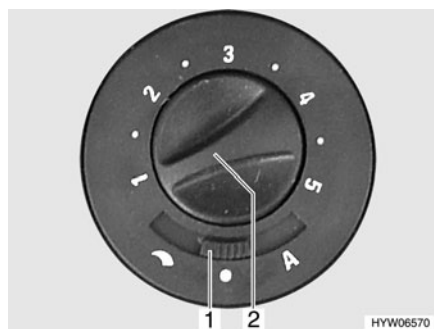

Fig. 117 Commutateur de commande du ventilateur à air pulsé (12 V)
- Régler l'interrupteur à curseur (Fig. 117,1) sur "☾" (réglage manuel) ou "A" (mode automatique).
- Si l'interrupteur à curseur est réglé sur (Fig. 117,1) "☾" (réglage manuel) : Régler la puissance désirée du ventilateur à air pulsé à l'aide du bouton de commande (Fig. 117,2).
- Régler l'interrupteur à curseur (Fig. 117,1) sur "●" (arrêt). Lorsque le chauffage est en marche, cet interrupteur est à l'arrêt.